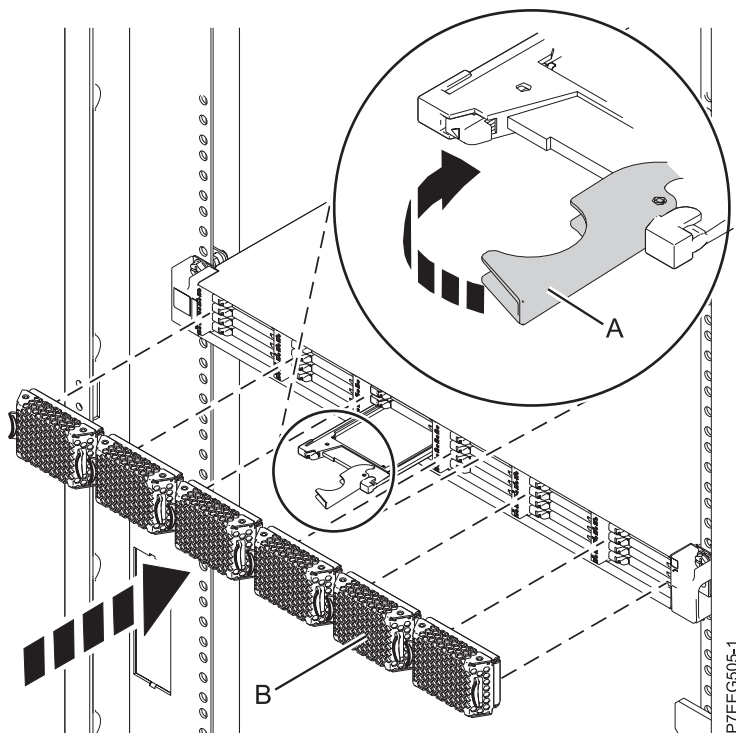

Figura 8. Instal·lació d'una unitat d'estat sòlid a Allotjament d'emmagatzematge PCIe 5888
1. Amb la nansa en posició desbloquejada, alineu la unitat d'estat sòlid amb les guies de l'allotjament. Consulteu Figura 8 a la pàgina 18.
5. Gireu la nansa (A) fins a la posició de bloqueig.
6. Instal·leu la tapa bisellada (B).